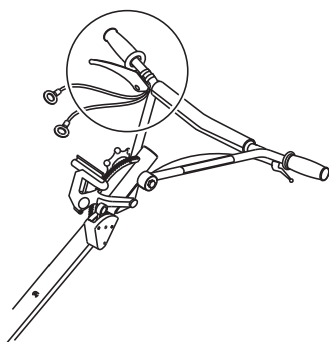

Bild 12. Positionera om spaken
4. Om denna utrustning finns ska du positionera om dödmansgreppet på handtagen (bild 12).